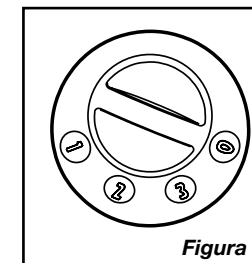

Figura 1
4. Encienda el Ventilador seleccionando la velocidad deseada con la Perilla de Encendido situada al costado del Ventilador. (Figura 1)